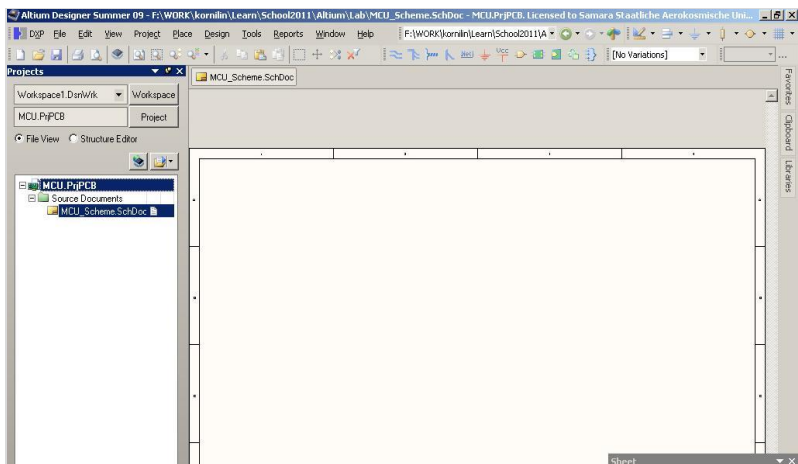

Рис. 5. Сохранение файла схемы
4. Сохраните файл схемы командой **File/Save** под именем «*MCU_Scheme*» (рис. 5).